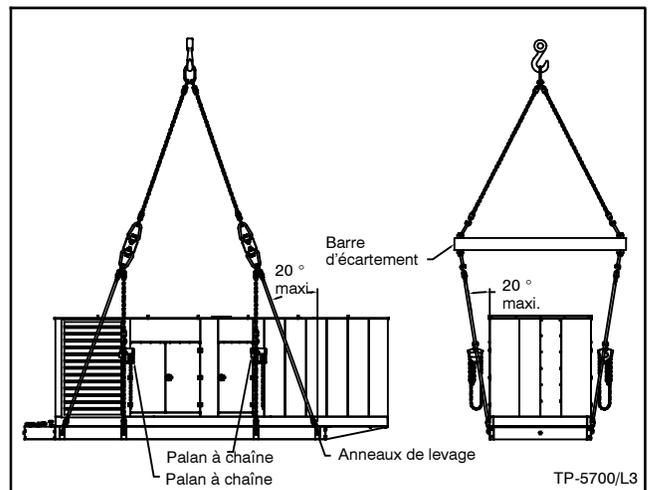

Figure 2-13 Méthode de levage à huit anneaux, deux barres d'écartement et quatre palans à chaîne
Utiliser deux barres d'écartement et quatre palans à chaîne (Figure 2-13) pour les embases à huit anneaux de levage.
- Poser une paire d'élingues extérieures sans dépasser l'angle maximal indiqué à la Figure 2-13.